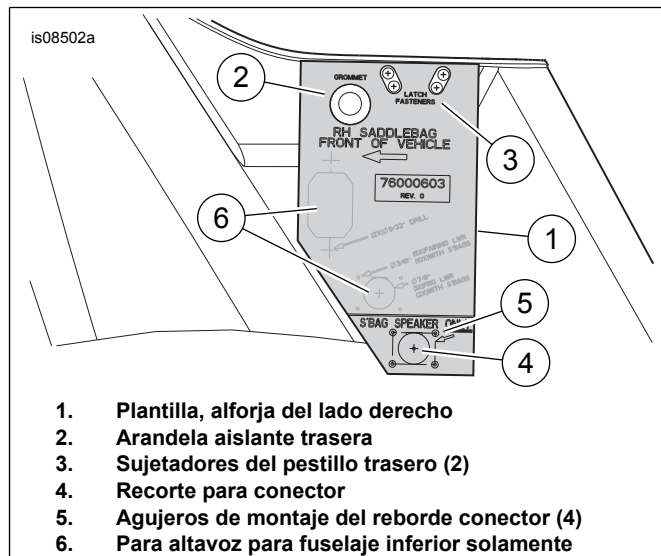

Figura 1. Perforación de la alforja derecha para la instalación del altavoz Stage II para alforja
3. Vea la Figura 1. Coloque la plantilla (1) en la alforja. Alinee la arandela aislante (2) y las aberturas de sujetador (3) del pestillo. Perfore el agujero en las ubicaciones (4) y (5), debajo del texto "S'BAG SPEAKER ONLY" (altavoz de la alforja solamente).
4. Perfore cuatro agujeros (5) en las ubicaciones de montaje del reborde del conector **inferior**.
8. **Si también instala un amplificador en la alforja derecha como parte del kit de instalación del altavoz del fuselaje inferior:** corte las aberturas (vea Figura 1, artículo 6) para los dos conectores de obturación superiores, de acuerdo con las instrucciones de **ese** kit.